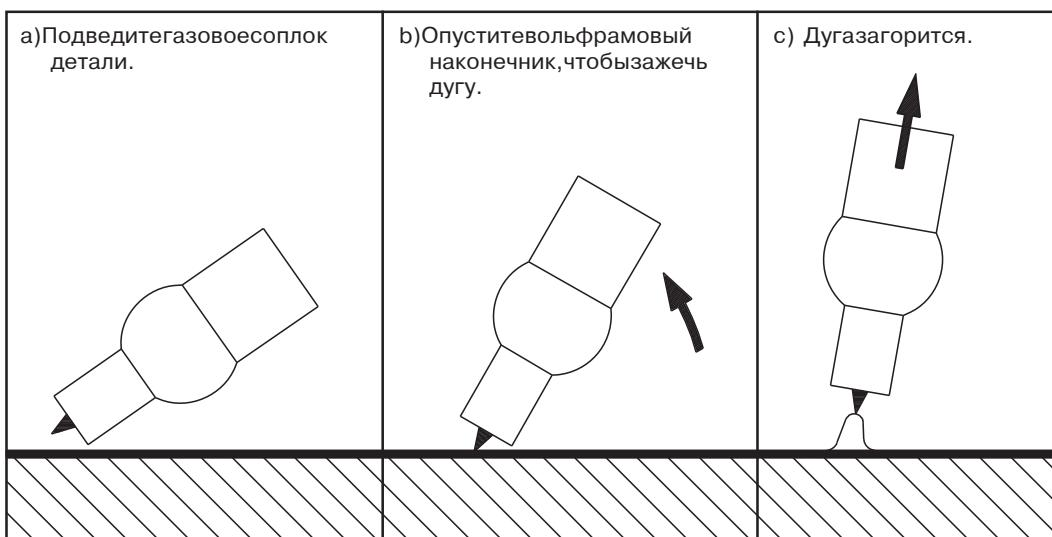

Рис. 8. Угол наклона горелки.
- Установите нужную силу тока при помощи ручки (11).
- Подведите газовое сопло к месту поджига таким образом, чтобы между вольфрамовым наконечником и деталью было зазор примерно 2–3 мм (0,08–0,12 дюйма) (см. рис. 8а).
- Медленно наклоните сварочную горелку, чтобы вольфрамовый наконечник коснулся детали (см. рис. 8б).
- Поднимите горелку и поверните ее в нормальное положение. При этом загорится дуга (см. рис. 8с).